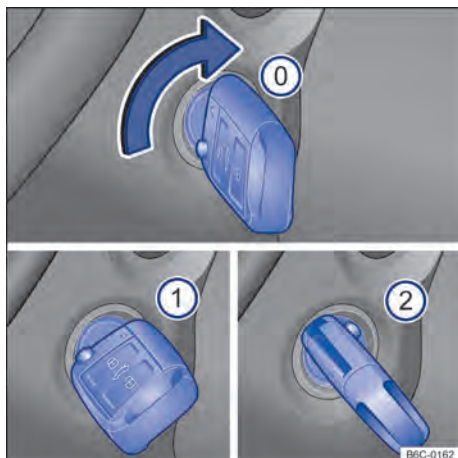

Fig. 91 Ao lado do volante, à direita: posições da chave do veículo no cilindro da ignição.
Posições da chave do veículo → Fig. 91
- ❶ Ignição desligada. A chave do veículo pode ser retirada.
- ❶ Ignição ligada.
- ❷ Pisar no pedal do freio (*veículos com transmissão automática*), ou no pedal da embreagem (*veículos com transmissão manual*) e ligar o motor. Quando o motor pegar, soltar a chave da ignição. Ao soltar, a chave do veículo retorna à posição → Fig. 91 ❶.
- **Veículos com cilindro da ignição:** girar a chave do veículo na posição → Fig. 91 ①. A ignição está ligada. Nesse instante a luz de controle do sistema de partida aquecida ⚡ irá se acender no instrumento combinado. Aguardar que a luz de controle ⚡ se apague indicando o término do aquecimento do combustível (esta ação poderá ser necessária em condições de partida com o motor frio).
- **Veículos com cilindro da ignição:** girar a chave do veículo no cilindro da ignição para a posição → Fig. 91 ② – não acelerar. Quando o motor começar a funcionar, soltar a chave do veículo no cilindro da ignição.
- *Veículos com cilindro da ignição*: girar a chave do veículo no cilindro da ignição na posição → Fig. 91 .